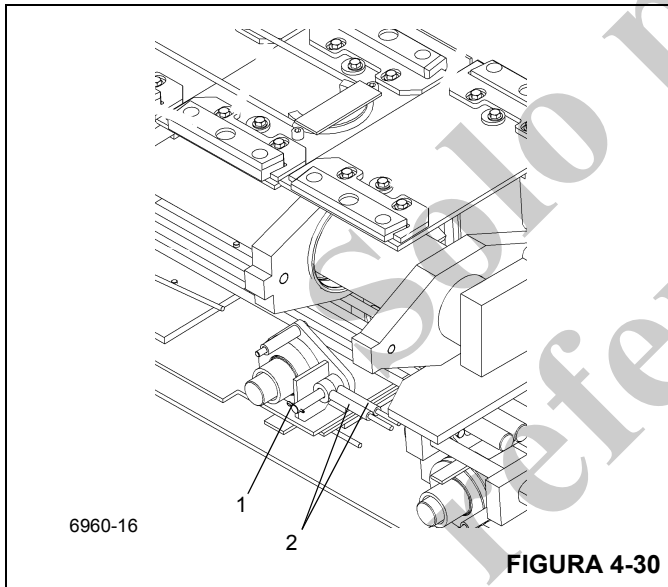

FIGURA 4-30
8. Con pasadores y pasadores hendidos (1) (Figura 4-30), fije los cables de retracción de la sección central exterior (2) que están en el fondo de la sección central interior a las orejetas en la parte trasera de la sección central exterior.